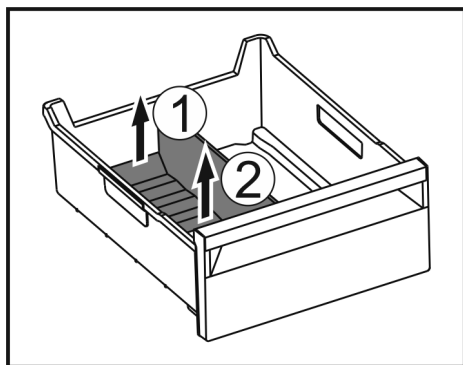

Fig. 173
- ▶ Підняти задню частину перегородки відділення для льоду. Fig. 173 (1)
- ▶ Вилучити перегородку рухом вгору. Fig. 173 (2)